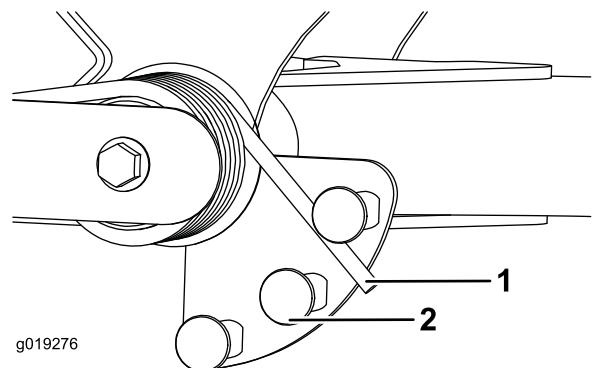

Figure 67
2. Insérez un tube ou un objet similaire sur le ressort long et le faire pivoter autour de l'actionneur de ressort à la position voulue (Figure 67).